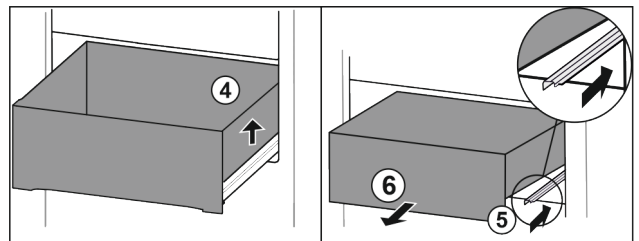

Fig. 89
- ▶ Schubfach rechts anheben. Fig. 89 (4)
- ▶ Rechte Schiene einschieben. Fig. 89 (5)
- ▶ Schubfach nach vorne entnehmen. Fig. 89 (6)